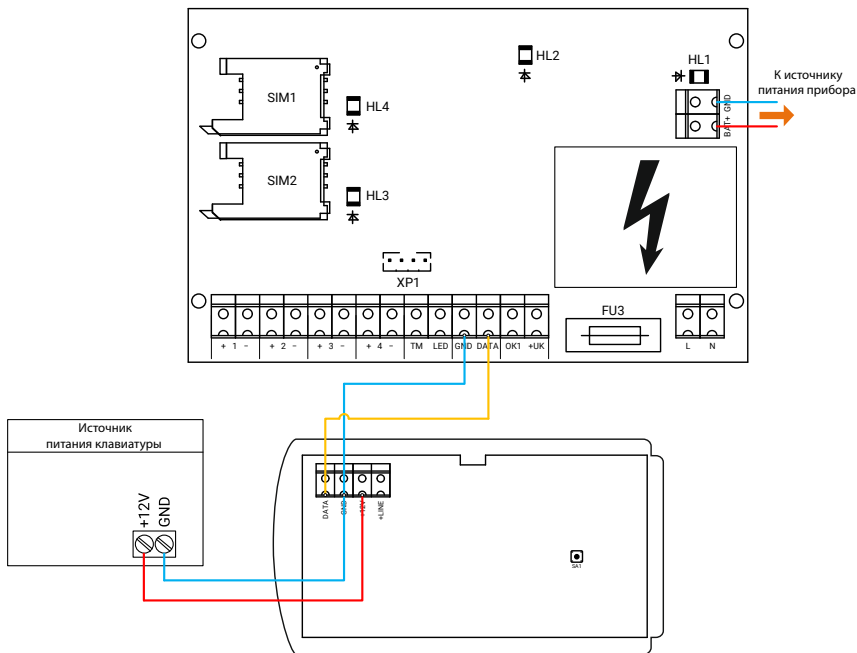

Рисунок 14. Подключение клавиатуры с питанием от внешнего источника
Используйте для питания клавиатуры **внешний источник** (рис. 14) если она находится далеко от прибора (например, при включении прибора, клавиатура не включается или работает некорректно).
*Подключение аналогично клавиатуре KB1-2, рис. 14.*